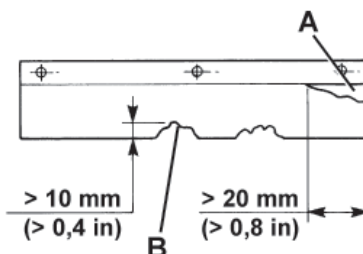

Figure 20
Remplacer les volets en présence de coupures (A, Fig. 20) supérieures à 20 mm ou de rupture / déchirures (B) supérieures à 10 mm (pour le remplacement des volets, se référer au manuel d'entretien).
- Remplacer les volets en présence de coupures (A, Fig. 20) supérieures à 20 mm ou de rupture / déchirures (B) supérieures à 10 mm (pour le remplacement des volets, se référer au manuel d'entretien).